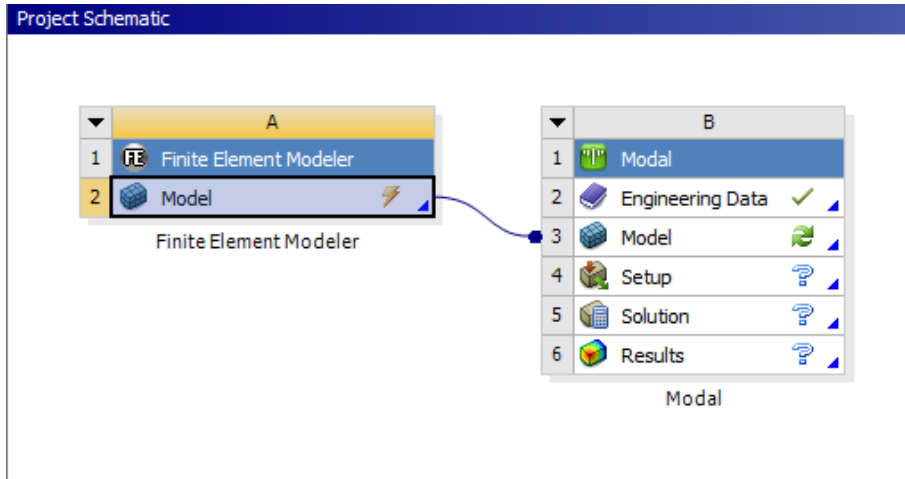

图 2.5
8. 从有限元建模项目 **A** 选中 **Model** 并拖至模态分析项目 **B** 的 **Model**，将两个项目联系起来，如图 2.5 所示。